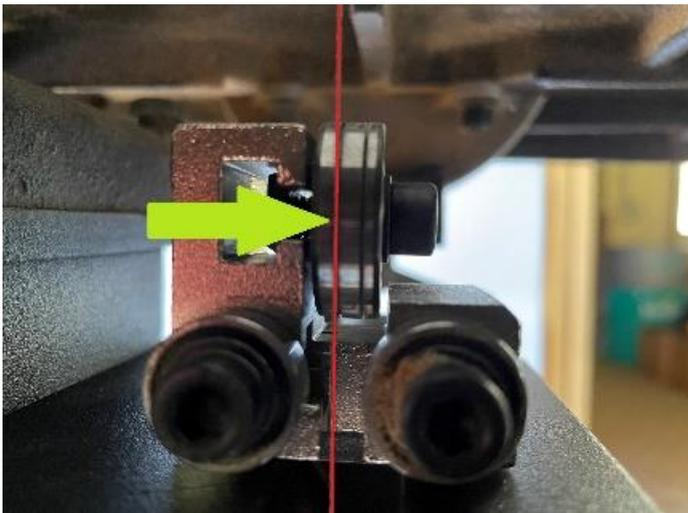

Figure 23
- Positionieren Sie die Führung so, dass die LINKE NUT des Lagers genau auf das Laubsägeblatt ausgerichtet ist (Fig 23).